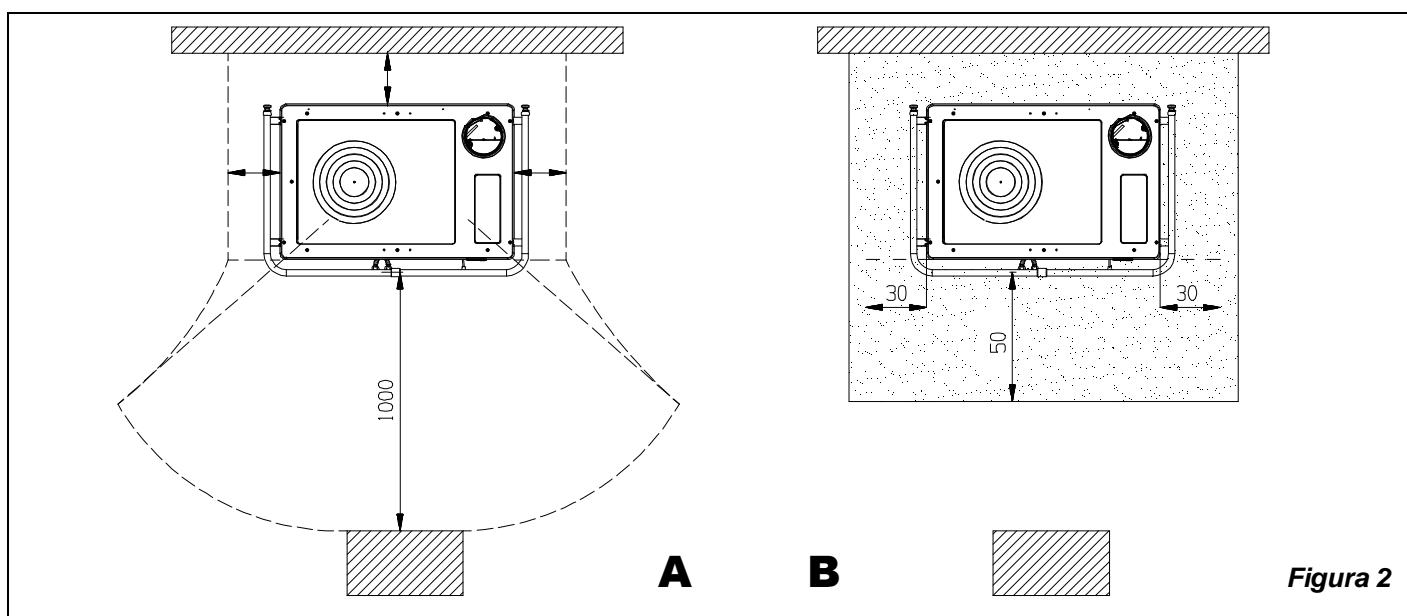

Figura 2
- Al fine di assicurare un sufficiente isolamento termico, rispettare la distanza minima di sicurezza dal retro e da entrambi i lati da elementi costruttivi ed oggetti infiammabili e sensibili al calore (mobili, rivestimenti di legno, stoffe ecc.) (vedi Figura 2 - A). **Tutte le distanze minime di sicurezza sono indicate sulla targhetta tecnica del prodotto e NON si deve scendere al di sotto dei valori indicati.**
- qualora il prodotto venga installato su un pavimento di materiale infiammabile, bisogna prevedere un sottofondo ignifugo. **I pavimenti in materiale infiammabile**, come moquette, parquet o sughero etc., **devono essere sostituiti** da uno strato di materiale non infiammabile, ad esempio ceramica, pietra, vetro o acciaio etc. (dimensioni secondo l'ordinamento regionale). **Nel caso in cui la sostituzione del pavimento non sia possibile, l'apparecchio deve essere posizionato sopra una lastra di pietra o cemento spessa almeno 12 cm.** Il sottofondo deve sporgere frontalmente di almeno **50 cm** e lateralmente di almeno **30 cm** oltre all'apertura della porta di carico (Figura 2 B).